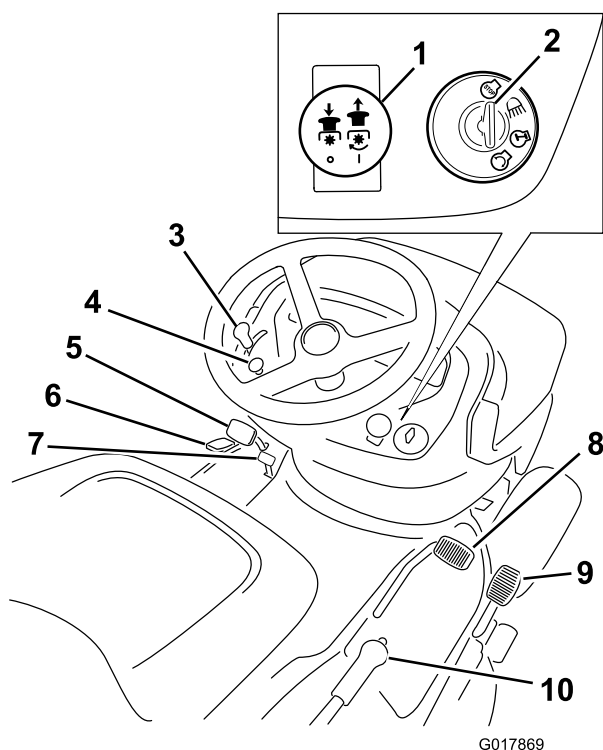

Bild 4
Machen Sie sich mit den Bedienelementen vertraut (Bild 4), bevor Sie den Motor anlassen und die Maschine einsetzen.
1. Treten Sie das Bremspedal (Bild 4) durch und halten Sie es gedrückt.
1. Treten Sie das Bremspedal durch (Bild 4).
2. Ziehen Sie das ZWA-Handrad heraus in die Ausgekuppelt-Stellung (Bild 4).
2. Drücken Sie das Zapfwellenantriebshandrad (ZWA) rein in die Auskuppeln-Stellung Bild 4).
4. Kuppeln Sie den Zapfwellenantrieb (ZWA) aus, siehe Bild 4.